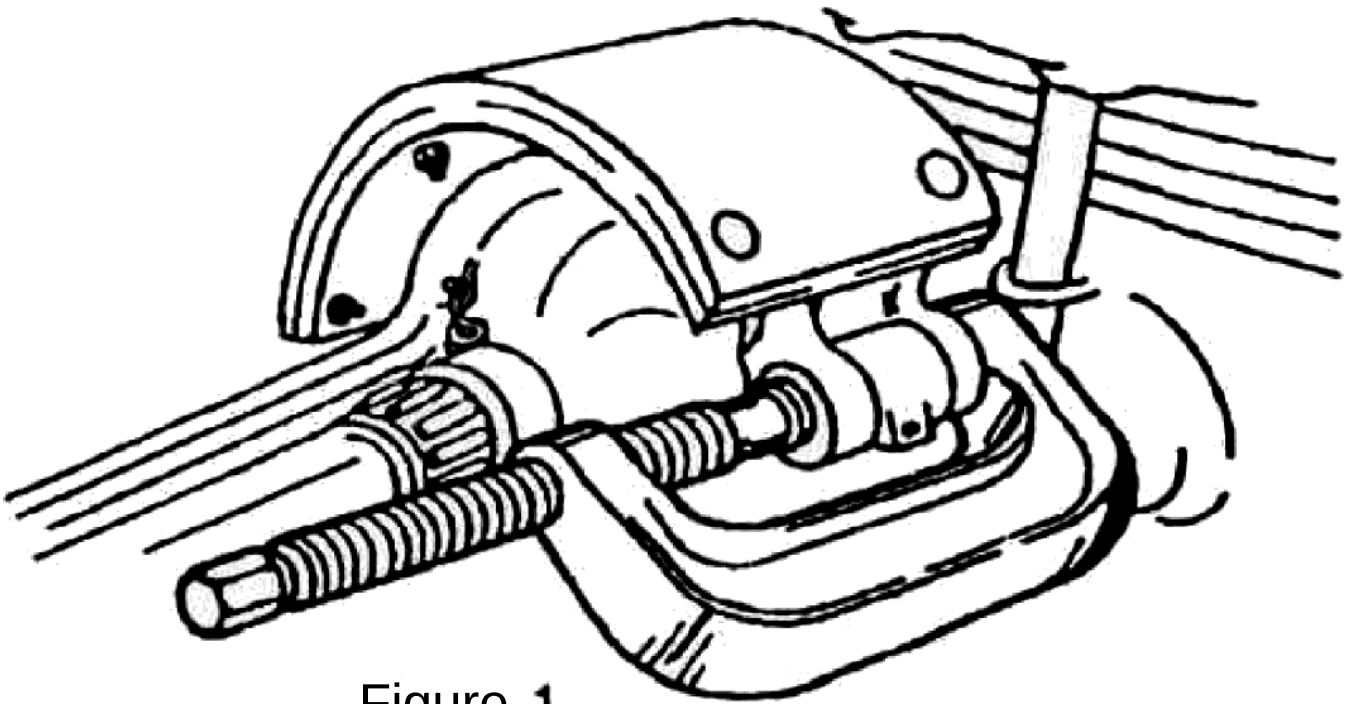

Figure 1
2. Place the C-frame press over the brake spider as shown in Figure 1.
2. Platzieren Sie die Presse mit Rahmen C über dem Bremsstern, wie in Abbildung 1 gezeigt.